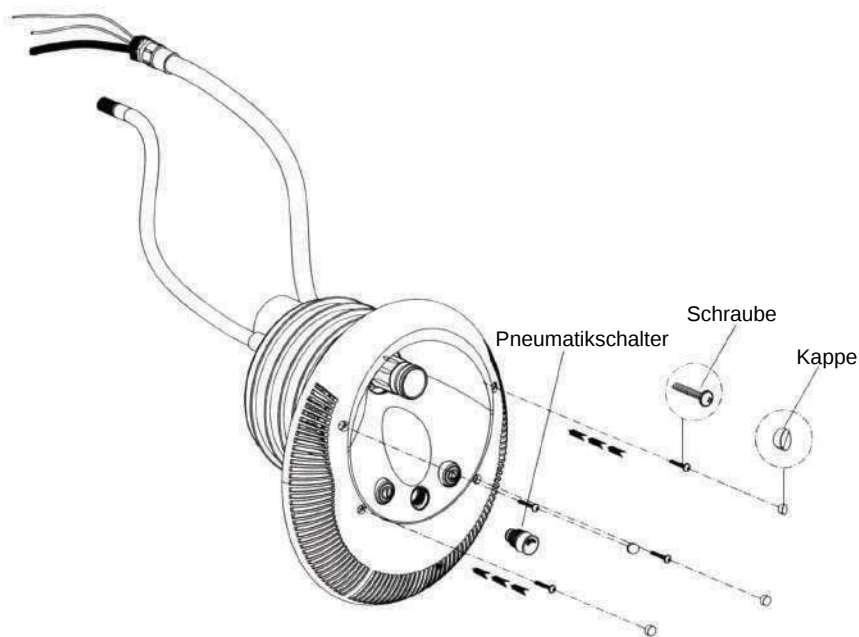

Abb. 12.
- 4) Setzen Sie die Außenblende in den Tragrahmen ein und befestigen Sie sie mit 4 Schrauben M5. Verschließen Sie die Schraubenöffnung mit der Kunststoffkappe (Abb. 12).